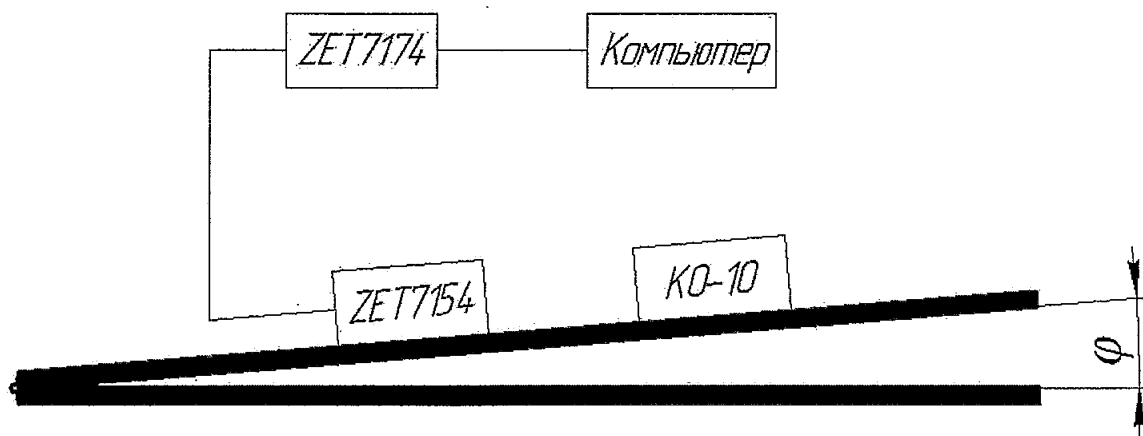

Рисунок 2
6.4.1 Закрепить инклинометр и квадрант на технологической балке. Установить балку под углом $\varphi_0=0$ градусов, контролируя угол наклона по квадранту (Рисунок 2). Зафиксировать показания квадранта (φ_{kl_i}) с точностью до секунд.